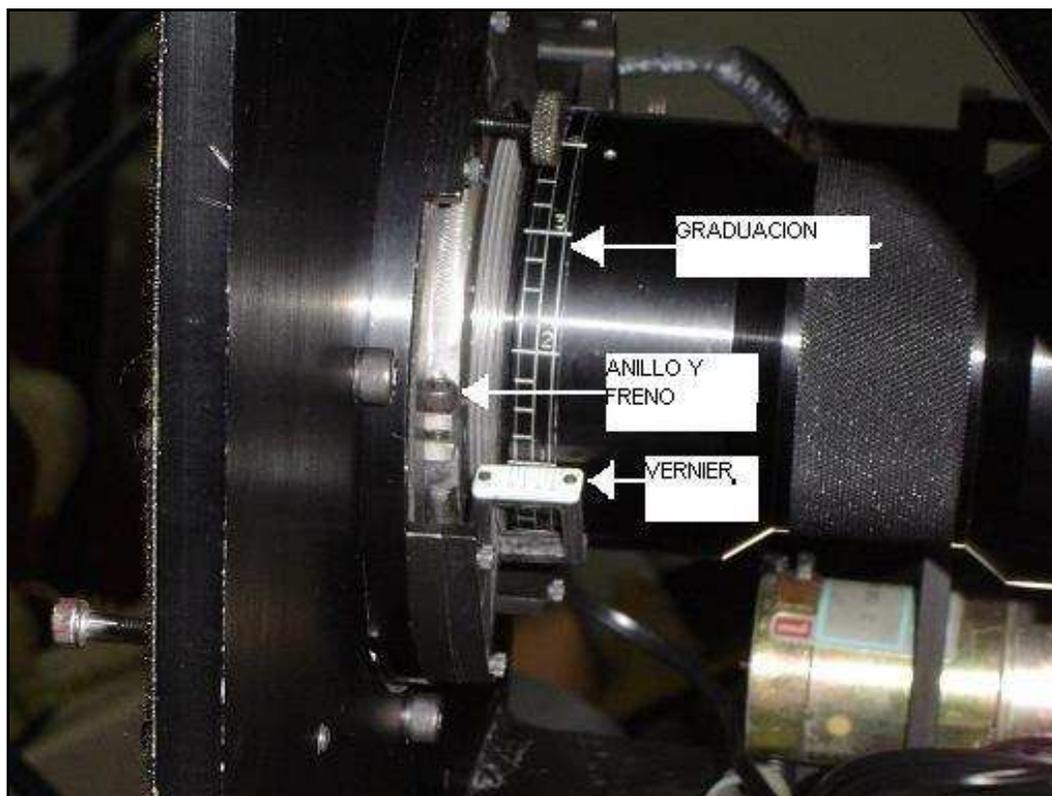

Figura 15. Detalles de la cámara, graduación, vernier y freno.
La distancia entre la cámara y el detector debe ser siempre la misma, por lo que la cámara puede enfocarse (figura 15) para compensar las diferentes distancias que pueda haber entre los detectores y sus interfaces con el PUMA.
Se hace notar que la graduación del enfoque de la cámara fue hecha en sistema duodecimal (0, 1, 2, 3, 4, 5, 6, 7, 8, 9, A y B), aunque la del vernier es decimal (figura 15).
2. Aflojar el tornillo del freno del enfoque de la cámara (figura 15).
2. Llave Allen para tornillo 8-32 unc, para el freno del enfoque de la cámara. En la figura 15 se muestra la cámara y el detalle del freno de su enfoque.
12. Fijar el freno del enfoque de la cámara (figura 15).